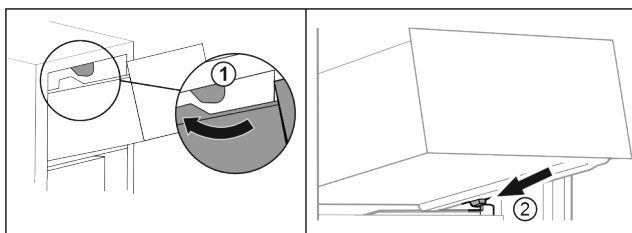

Fig. 74
- ▶ Før skuffen omkring de øverste stop. Fig. 74 (1)
- ▶ Sæt skuffen skråt bag de nederste stop på beholderristen. Fig. 74 (2)